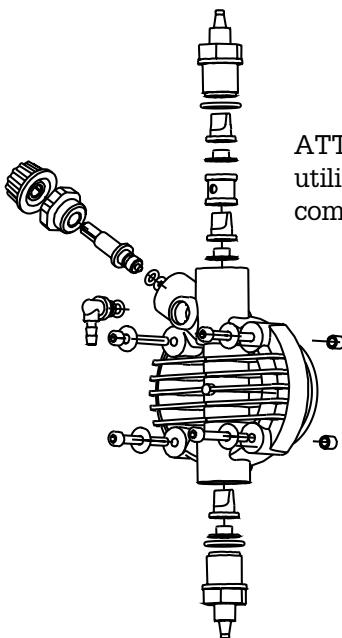

Fig. 10
3. Eliminare dal corpo pompa tutto il liquido presente, smontando e rimontando il corpo pompa utilizzando le quattro viti di fissaggio (Fig. 10).
2. Controllare almeno ogni 6 mesi il funzionamento della pompa, la tenuta delle viti e delle guarnizioni, per liquidi particolarmente aggressivi effettuare controlli anche più frequenti, controllare in particolare la concentrazione dell'additivo nell'impianto; una riduzione di tale concentrazione potrebbe essere determinata dalla usura delle valvole (che in tal caso vanno sostituite facendo attenzione nel rimontarle come in Fig. 10) o dall'intasamento del filtro che va pulito come al successivo punto 3.
Per effettuare questa operazione, se l'apparecchiatura non è fissata all'impianto si può farla pulsare per pochi secondi (15-30) tenendola capovolta e senza tubetti collegati ai raccordi, se ciò è impossibile smontare e rimontare il corpo pompa (Fig. 10), utilizzando le quattro viti di fissaggio.
Data la robustezza del sistema, guasti meccanici veri e propri non se ne verificano. Talvolta possono verificarsi perdite di liquido da qualche raccordo o ghiera fissatubo allentati, o più semplicemente dalla rottura del tubetto di mandata. Raramente eventuali perdite potrebbero essere determinate dalla rottura della membrana o dall'usura della guarnizione di tenuta della membrana stessa. Questi componenti in tal caso vanno sostituiti smontando le quattro viti del corpo pompa (Fig. 10), rimontando tali viti, serrarle in modo uniforme. Una volta eliminata la perdita, occorre pulire la pompa dosatrice da eventuali residui di additivo che ristagnando potrebbero aggredire chimicamente la cassa della pompa.
- Smontare le valvole di aspirazione e mandata, pulirle e rimontarle nella stessa posizione (Fig. 10). Nel caso in cui si riscontrasse un rigonfiamento di dette valvole, verificare sull'apposita tabella la compatibilità dell'additivo con il tipo di valvola montata sulla pompa (valvola standard in Viton; su richiesta valvole a sfera).